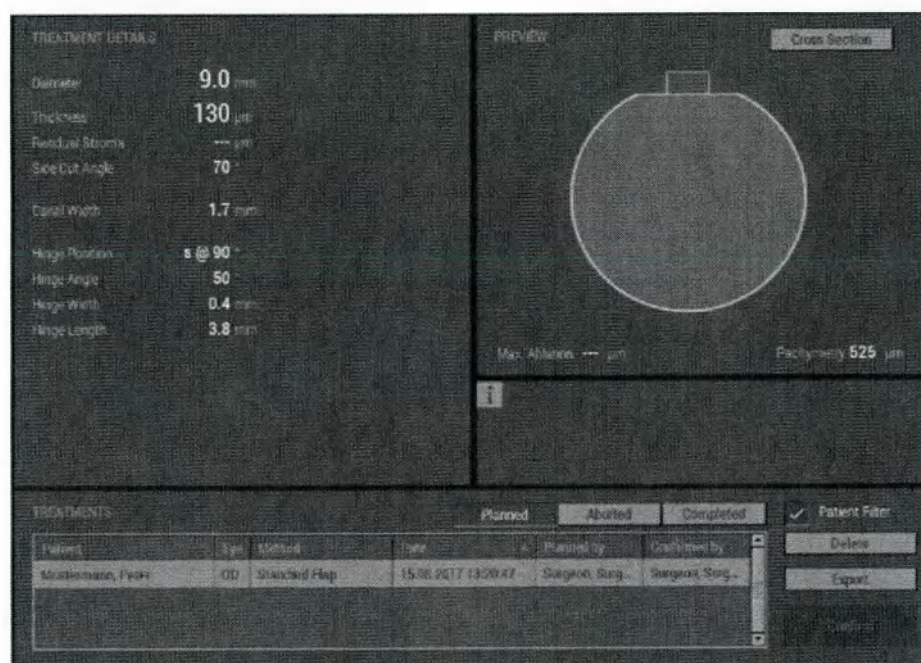

Рисунок 135. Окно лечения - FS200 - Запланированное(ые) лечение(я) (пример)
- Выберите запланированное лечение в списке лечения «Окно лечения - FS200 - Запланированное(ые) лечение(я)» (см. рис. 135) и нажмите .